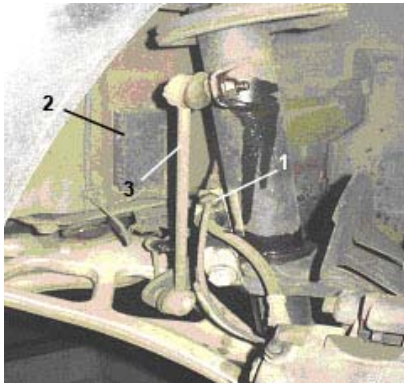
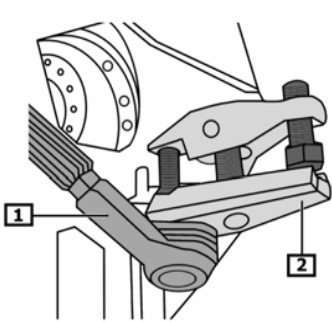
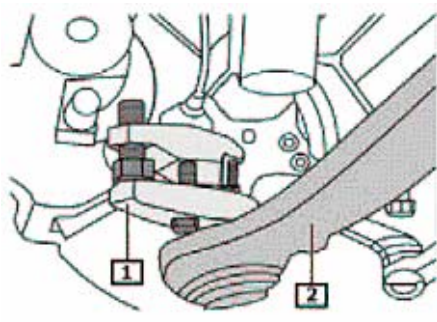
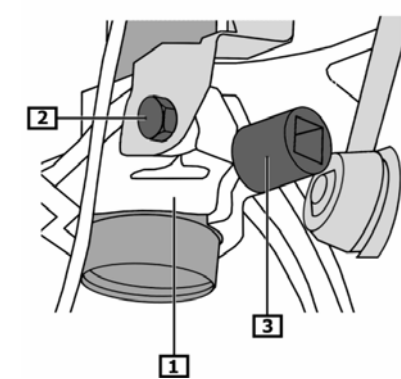

Fig. 1
Fig. 2
Fig. 3
Fig. 4
- **Fig. 1** ABS-Sensorkabel und Bremsschlauch aus der Halterung (1) clippen.
- Steckverbindungen der Kabel in der Haltebox (2) trennen.
- Original Koppelstange (3) ausbauen.
- **Fig. 2** Befestigungsmutter für Spurstange abschrauben.
- Mit Abzieher (2) den Spurstangenkopf (1) vom Achsschenkel abdrücken.
- **Fig. 3** Schraube für Querlenker (1) ausschrauben.
- Den Querlenker (2) vom Achsschenkel abdrücken.
- **Fig. 4** Untere Befestigungsschraube des Federbeins entfernen.
- Achsschenkel mit Spezialwerkzeug (3) etwas aufspreizen.
- Wagenheber ablassen und Achsschenkel (1) nach unten vom Federbein abziehen.
- **Fig 1** Unclip ABS sensor cable and brake hose (1) from the holder box.
- Unplug cables in holder box (2).
- Remove original coupling rod (3).
- **Fig. 2** Unscrew fastening nut for tie rod.
- Use puller (2) to press tie rod head (1) down from steering knuckle.
- **Fig. 3** Remove screw for track control arm (2).
- Press track control arm (2) down from steering knuckle.
- **Fig. 4** Remove lower fastening screw on suspension strut.
- User special tool (3) to spread steering knuckle somewhat.
- Lower jack and pull steering knuckle (1) down from suspension strut.
- **Fig. 1** Déclipser du support (1) le câble de capteur d'ABS et le flexible de frein.
- Séparer les fiches de raccordement des câbles dans le coffret de support (2).
- Démonter la bielle de connexion d'origine (3).
- **Fig. 2** Dévisser l'écrou de fixation de la barre d'accouplement.
- Avec l'arrache-pignon (2), enlever par éjection la rotule de barre d'accouplement (1) de la fusée d'essieu.
- **Fig. 3** Dévisser la vis pour le bras transversal (1).
- Appuyer sur le bras transversal (2) pour l'éjecter de la fusée d'essieu.
- **Fig. 4** Enlever la vis de fixation inférieure (2) de la jambe de force.
- Ecarter légèrement la fusée d'essieu avec un outil spécial (3).
- Abaisser le cric et retirer la fusée d'essieu (1) de la jambe de force par le bas.